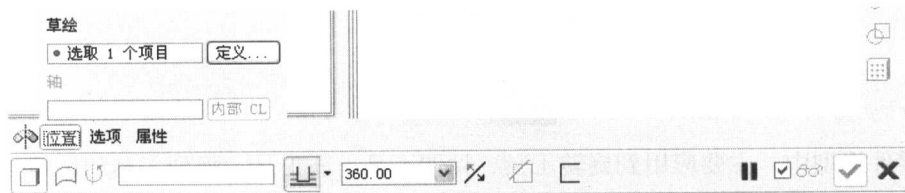

图 1-5 打开“位置”上滑面板
- (1) 单击  (旋转工具) 按钮, 打开旋转工具操控板。
- (2) 在操控板上,  (实体) 按钮处于被选中状态。单击“位置”标签, 打开“位置”上滑面板, 如图 1-5 所示。